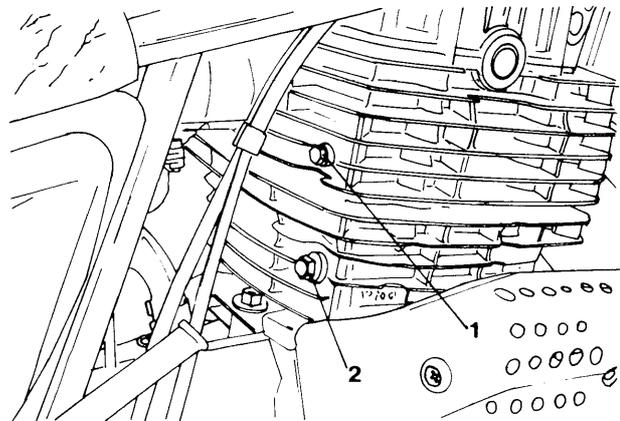

Bild 16
- Kontermutter (2) und Bolzen (1) des Steuerkettenspanners lösen (Bild 16).